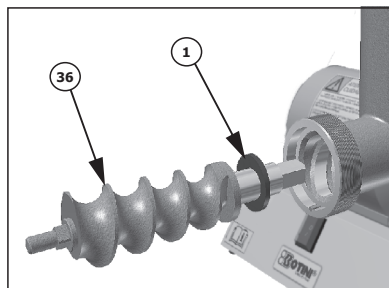
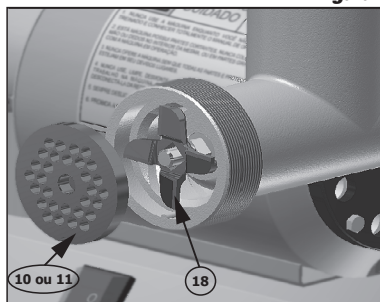

Figura 4
Figura 5
- Após coloque a rosca sem fim (36) e a arruela de celeron (1) dentro do corpo da boca (6) conforme *figura 4*, em seguida a faca cruzeta (18) e o disco para moer escolhido (10 ou 11) conforme *figura 5*.
IMPORTANTE : A faca cruzeta (18) deve ser colocada de modo que o lado de corte fique em contato com o disco para moer conforme *figura 5* e item 1.2 deste manual.